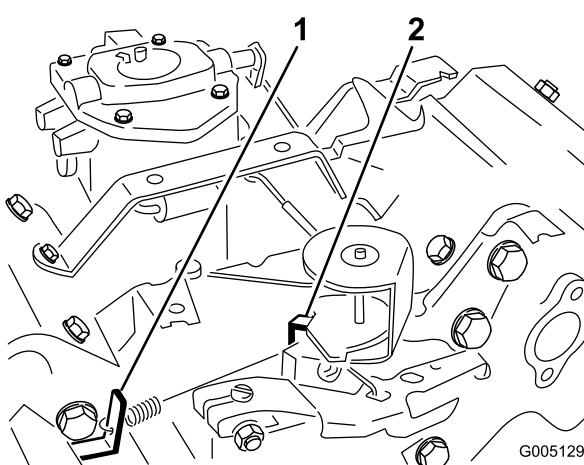

Figura 49
3. Dobre o batente da mola de velocidade intermédia (Figura 49) até obter uma velocidade de  $1650 \pm 100$  rpm. Verifique a velocidade com um tacómetro.
4. Ajuste o parafuso do batente intermédio no sentido dos ponteiros do relógio até a velocidade intermédia atingir 25 a 50 rpm da velocidade intermédia definida no passo (3).
5. Desloque a alavanca do acelerador para a posição Rápido. Dobre o batente da mola de velocidade elevada (Figura 49) até obter uma velocidade de  $2850 \pm 50$  rpm.